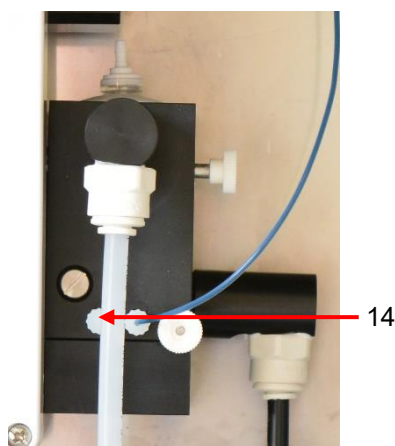

Figura 5
21. Atornille el módulo completo a la unidad de control mediante los dos tornillos (10) con un par de apriete de 0,4 Nm.
22. Vuelva a enroscar la primera manguera (13) en la cámara de medición desde arriba.
23. Vuelva a enroscar la segunda manguera (12) en la botella indicadora desde arriba.
24. Retire el tapón ciego (14) de la cámara de medición (véase la figura 5).